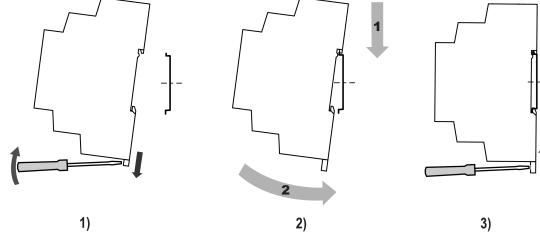

Рисунок 1 – Монтаж прибора
- Вставив отвертку в проушину, оттянуть защелку (см. рисунок 1, 1). Прибор установить на DIN-рейку.
- Прибор прижать к DIN-рейке (см. рисунок 1, 2, стрелки 1 и 2). Отверткой вернуть защелку в исходное положение.